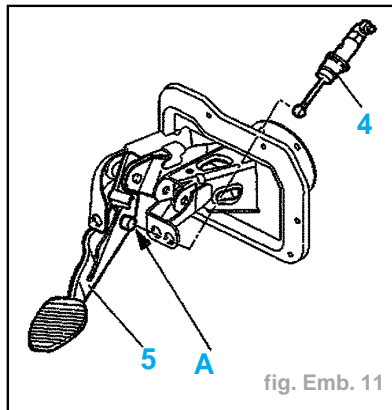

fig. Emb. 11
- Déclipper la tige de poussée (4) de la pédale d'embrayage (5) en (A) et laisser la pédale remonter en butée. (fig. Emb. 11).